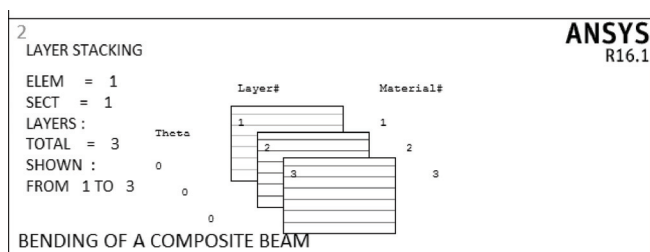

图 6-16 叠层信息结果显示
12) 选择 Utility Menu | Plot | Layered Elements 命令, 出现 Plot Layer Elem 拾取菜单, 在输入栏中输入 1, 单击 OK 按钮, 出现 Plot Layered Element Stacking 对话框, 在 IEL Element no. for display 输入栏中输入 1, 在 LAYR1, LAYR2 Range of layers 输入栏中输入 1、3, 单击 OK 按钮, ANSYS 显示窗口将图形显示叠层信息, 如图 6-16 所示。